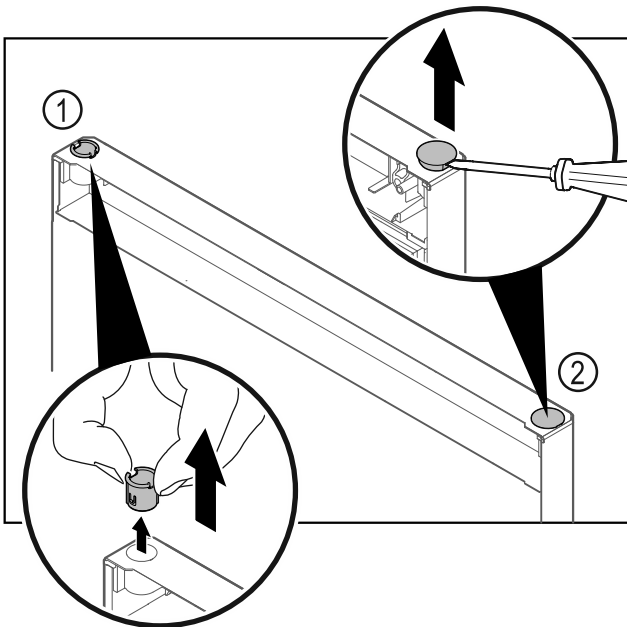

Fig. 27 Dvere chladničky
- Vytiahnite puzdro závesu Fig. 27 (1) prstami.
- Plochým skrutkovačom opatrne nadvihnite kryciu zátku Fig. 27 (2) a vytiahnite ju.